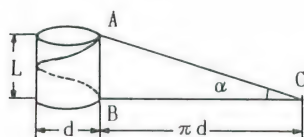
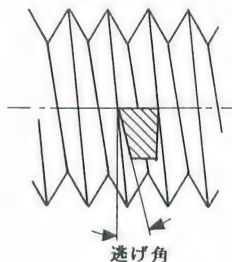

図12-12
図12-13
もう一つの大切な点は横逃げ角です。ねじは円筒に三角の紙を巻きつけたのと同じで(図12-12) 同じピッチなら直径が小さいほど、同じ直径ならピッチが大きいほど、溝のねじれ角 α が大きくなります。バイトのシャンク側つまり作業側から見ると図12-13のようになり、横逃げ角を充分につけないとバイトの側面がねじの壁にあたって削れなくなることがわかります。左ねじならもちろん反対の角度になります。
- ①バイトの切れ味が悪い。
- ②1回あたりの切りこみが大き過ぎ。
- ③バイトのオーバーハングが大きい。
- ④バイトの側面が当たっている（図12-13の逃げ角小さ過ぎ）。
- ⑤滑り面の調整不十分でガタつく。
- ⑥工作材料が非常に硬い。
- ⑦切削油を使わなかった。
- ⑧工作物の保持が弱い。長い工作物は心押し台や振れ止めで押して改善する。